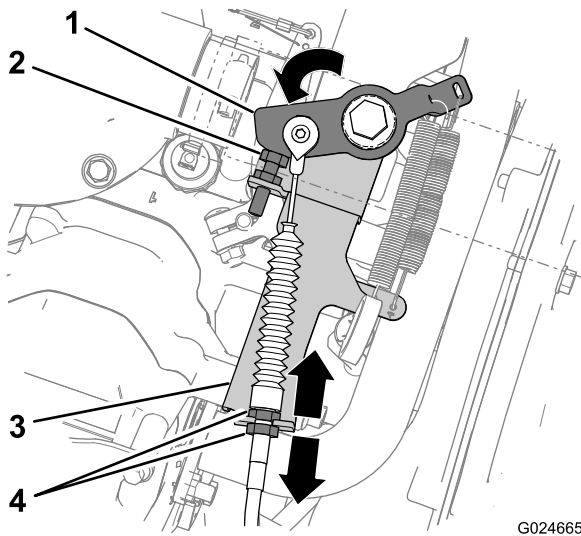

Bild 42
- Lockern Sie die innere Klemmmutter für den Bowdenzug und ziehen Sie die äußere Klemmmutter an, um den Abstand zu verringern (Bild 42).
- Lockern Sie die äußere Klemmmutter für den Bowdenzug und ziehen Sie die innere Klemmmutter an, um den Abstand zu vergrößern (Bild 42).
- Stellen Sie sicher, dass die Klemmmuttern für den Bowdenzug fest sind (Bild 42).